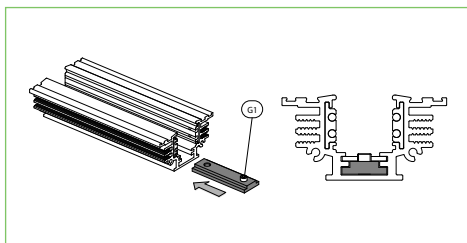
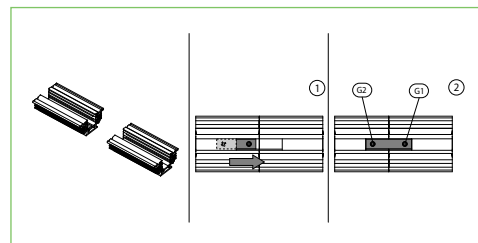

Fig. 8
Fig. 9
Inserire la staffa nel primo spezzone di binario, dalla parte dove non è stato avvitato il grano G1 e metterla completamente all'interno del binario (Fig. 8). Successivamente affiancare il secondo spezzone di binario e far scorrere la staffa (1), fino che risulti in mezzzeria rispetto ai due spezzoni (2), poi inserire anche il secondo grano G2 e per finire avvitare entrambi i grani G1 e G2 fino a che la staffa risulti saldamente fissata ai due spezzoni di binario (Fig. 9). Per la connessione elettrica tra i binari utilizzare il giunto passante 9503/...